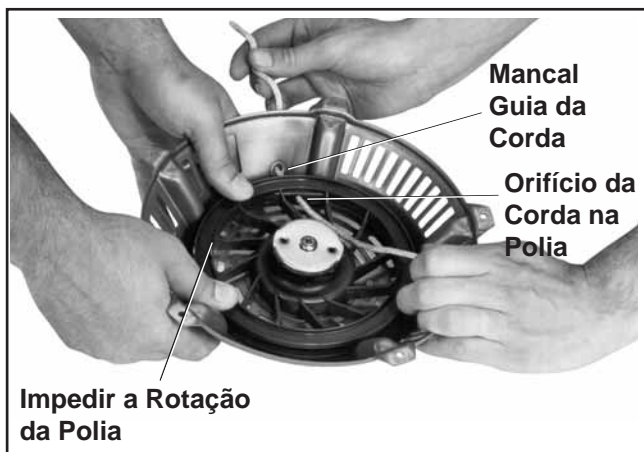

Figura 7-4. Instalação da Corda.
9. Insira a corda nova através do orifício da corda na polia do motor de arranque e o mancal guia da corda do alojamento. Consulte a Figura 7-4.